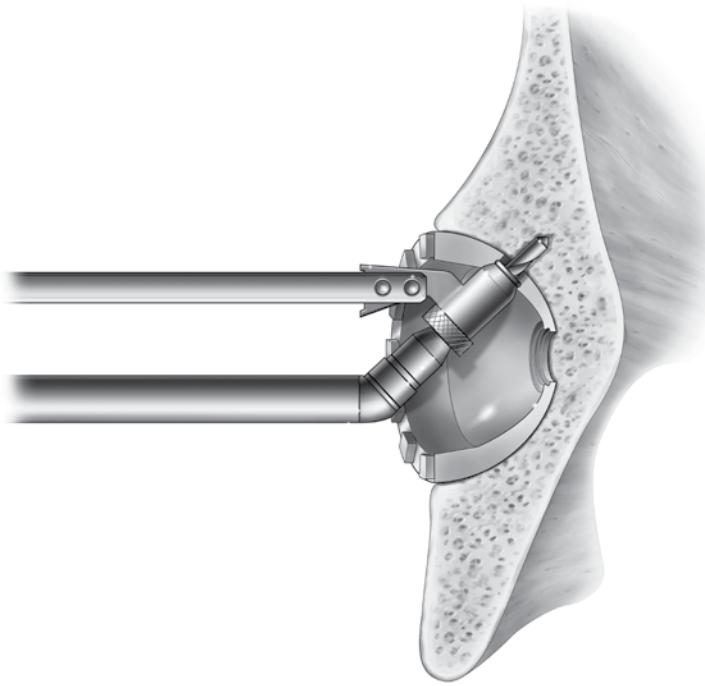

図5
6.5 mmのボーンスクリューを使用する場合は、3.2 mmまたは4.5 mmのドリルビットを選択し、それを45度固定角ドリルシャフトまたはフレキシブルドリルシャフト(バイオネット接続)に挿入します(図5および6)。4.5 mmの辺縁スクリューを使用する場合は、3.2 mmのドリルビットを選択してください。